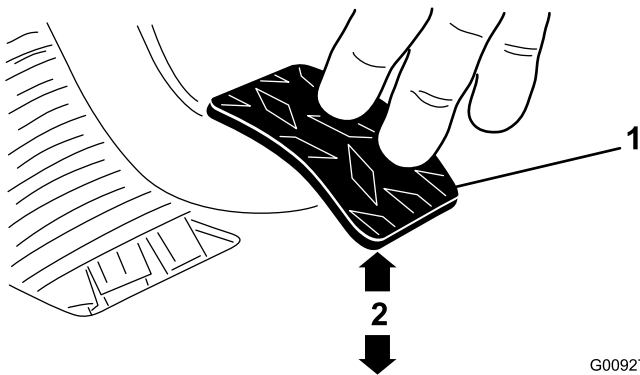

Bild 74
3. Stellen Sie die Klemmmuttern und/oder Kugelgelenk ein, bis sich die untere hintere Kante des Kupplungspedals $9,5 \pm 3$ cm von der Oberseite des Bodenplattensternmusters befindet, wenn Sie eine Kraft von 1,8 kg auf das Pedal anwenden (Bild 74).